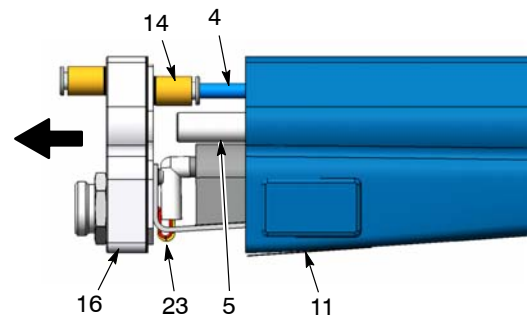

Abb. 24 Wärmesenke vom Gehäuse abziehen
6. Siehe Abbildung 24. Die Wärmesenke (16) vom Gehäuse (11) abziehen und den Luftschlauch (4) vom Stecker (14) abnehmen.
5. Siehe Abbildung 24. Luftschlauch (4) am Stecker (14) anschließen, dann die Wärmesenke (16) wieder gegen das Gehäuse zurückschieben und gleichzeitig das Pulverrohr (5) durch die Wärmesenke schieben. Sicherstellen, dass die Kabelleiter (23) nicht zwischen Gehäuse (11) und Wärmesenke gequetscht werden.